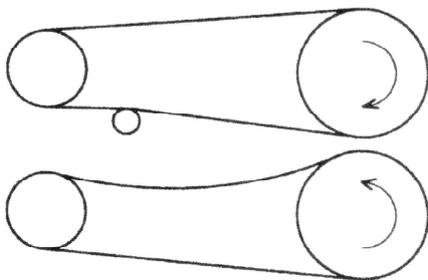

Figure 8
- Des chaînes avec leurs roues. Le rapport des vitesses est bien défini, la distance entre les arbres moteurs peut être importante, l'effort transmis est moyen. Il est souvent utile de prévoir une roue de tension pour la chaîne (Figure 8).